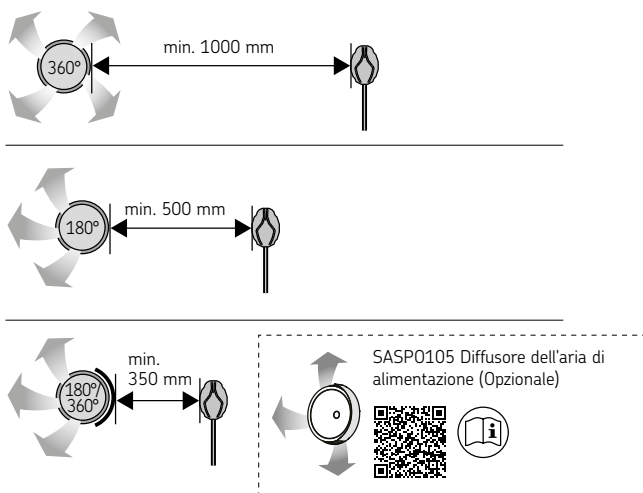

Figura 10. Distanza minima tra lo sfiato dell'aria di alimentazione e il sensore di temperatura.
- Ventilazione meccanica: lo sfiato dell'aria di alimentazione deve essere posizionato nella parte superiore della sauna, in modo da non interferire con il funzionamento del sensore di temperatura. (Figura 10. Distanza minima tra lo sfiato dell'aria di alimentazione e il sensore di temperatura.)